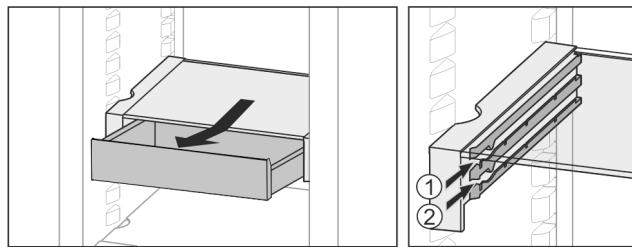

Fig. 36
- Zasuňte ju v ľubovoľnej výške Fig. 36 (1) alebo Fig. 36 (2).